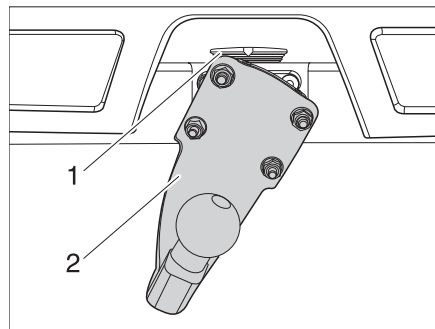

Fig. 4 Dispositif d'attelage
- Placer le dispositif d'attelage (Fig. 4,2) sous un angle de 90° au dispositif de blocage (Fig. 4,1).
- Faire pivoter le dispositif d'attelage (Fig. 4,2) vers le bas jusqu'à ce que le dispositif de blocage (Fig. 4,1) se verrouille.
- Pousser le dispositif de blocage (Fig. 4,1) vers le haut.
- Faire pivoter le dispositif d'attelage (Fig. 4,2) de 90° vers la gauche.
- Relâcher le dispositif de blocage (Fig. 4,1).
- Retirer le dispositif d'attelage ( Fig. 4,2).